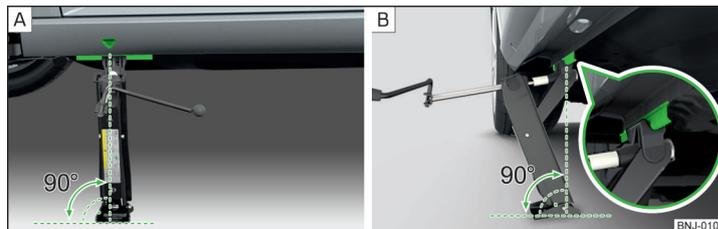

Fig. 163 Application du cric
- Posez l'embase du cric sur toute sa surface sur un sol plan et assurez que le cric s'applique à la perpendiculaire du point de prise » fig. 163 - [A].
- Faites monter le cric jusque sous le point de prise en faisant tourner la manivelle jusqu'à ce que sa griffe entoure la traverse » fig. 163 - [B].